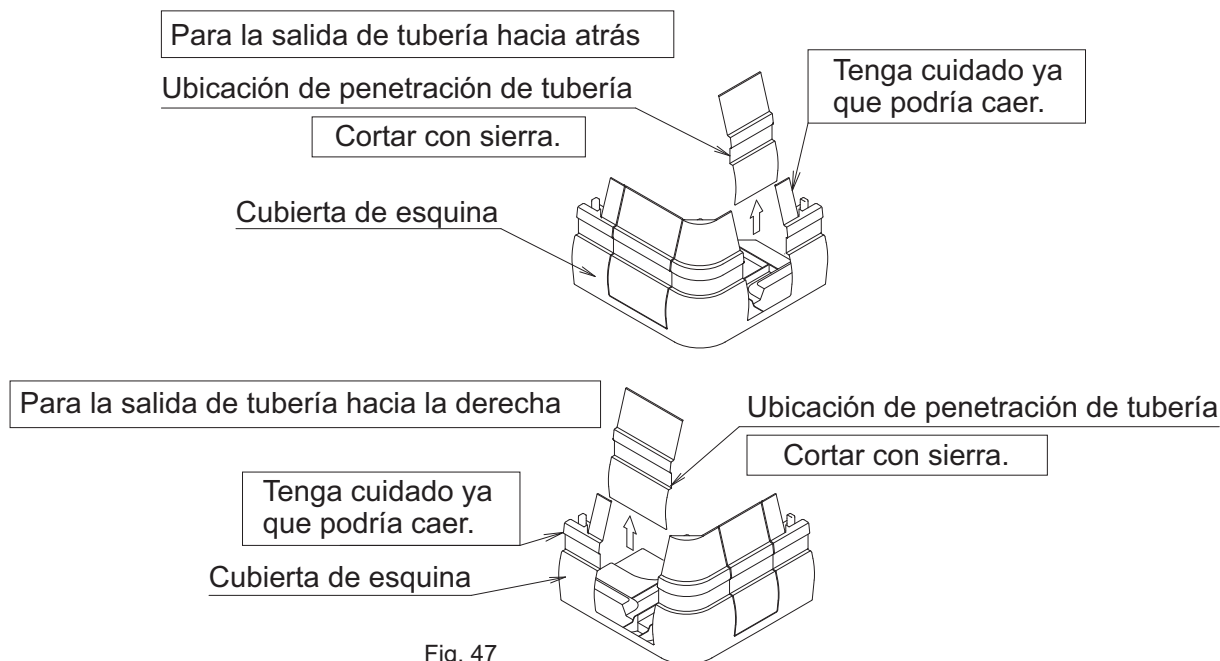

Fig. 47
- Para la salida de la tubería hacia atrás y hacia la derecha, corte la cubierta de la esquina tal y como se muestra en la Fig. 47 y extráigala.